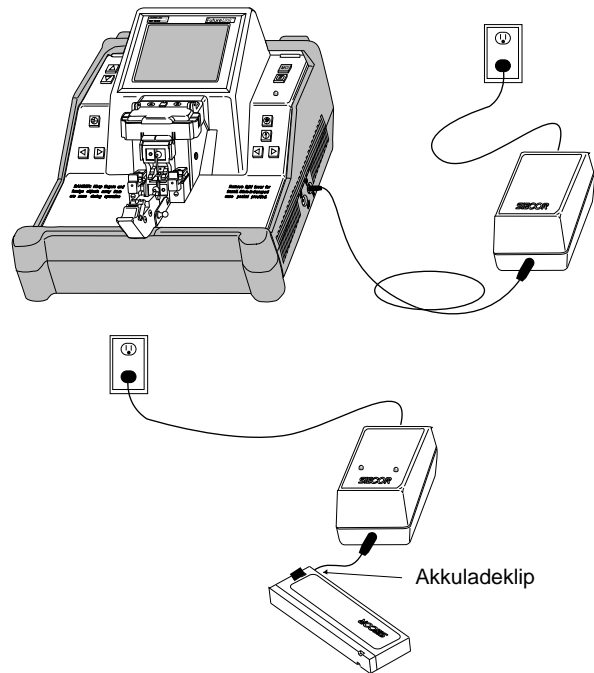

Abbildung 6
3.8 Das Compact Fusion Set II ist für den Betrieb über einen aufladbaren Akku ausgelegt. Das Ladegerät kann jedoch während des Gerätebetriebs über die hierfür vorgesehene Anschlußbuchse an der rechten Seite des Spleißgerät-Gehäuses angeschlossen werden (siehe Abb. 6) – vergewissern Sie sich, daß Sie den korrekten Anschluß verwenden.